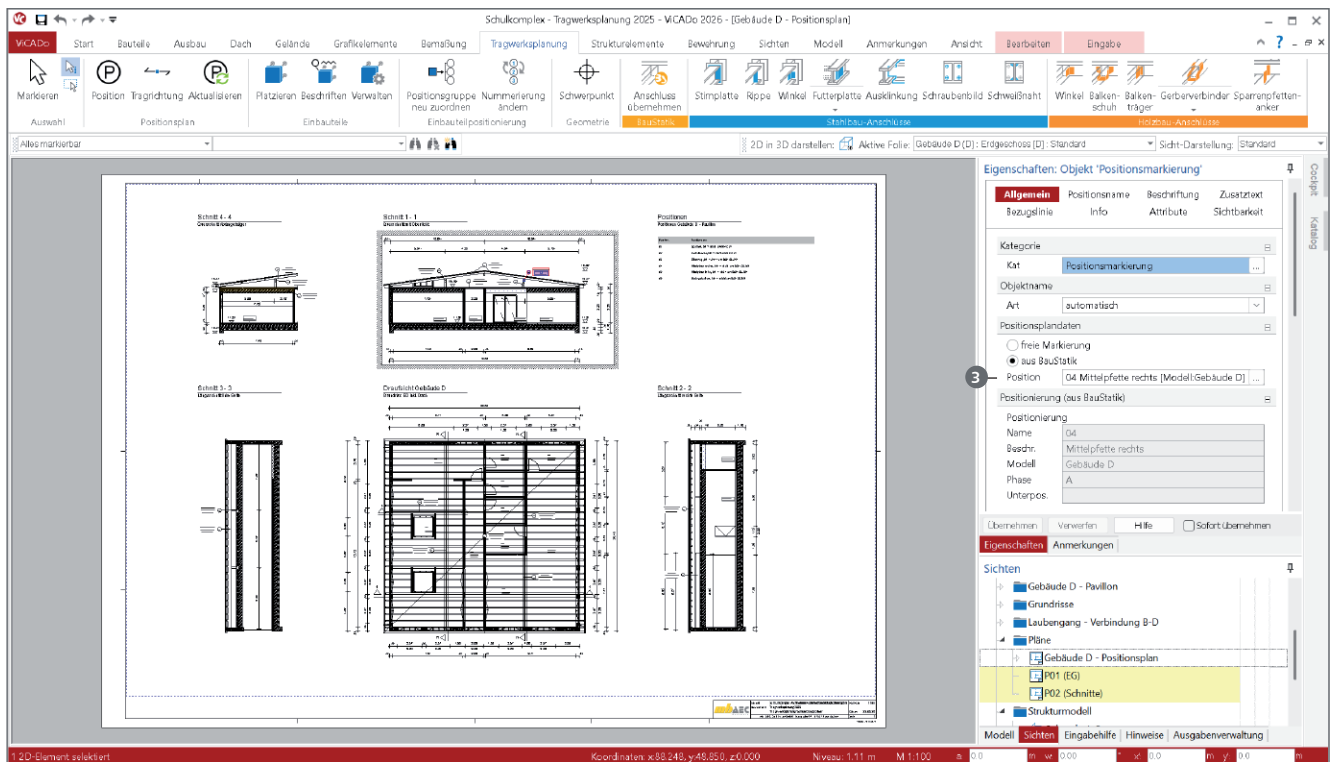
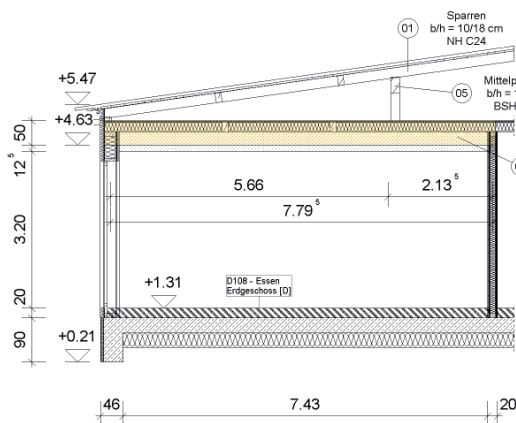

Bild 14. Positionsplan in ViCADO mit Positionsplandaten aus der BauStatik
Bild 15. Darstellung Schnitt aus Positionsplan
Der Positionsplan ist ein wichtiger Bestandteil eines Statik-Dokumentes. Der Tragwerksplaner zeigt hier grafisch, im Kontext des Bauwerks, die maßgebenden und behandelten Nachweise im Statik Dokument. In der Regel zeichnet der Tragwerksplaner die in der Statik behandelten Positionen, mit einer Positionsnummer in einen Plan, der den Genehmigungsplänen ähnelt, ein (Bild 14).
aufgeführt. Genau hier bietet das Zusammenspiel zwischen BauStatik und ViCADO den großen Mehrwert im Austausch der sogenannten Positionsplandaten. Automatisch werden Positionsnummer, Querschnitt und Material ausgetauscht und synchronisiert (Bild 15). Ebenso in Bild 14 ist in den Eigenschaften der Positionsmarkierung die Verbindung zur BauStatik-Position erkennbar ③.